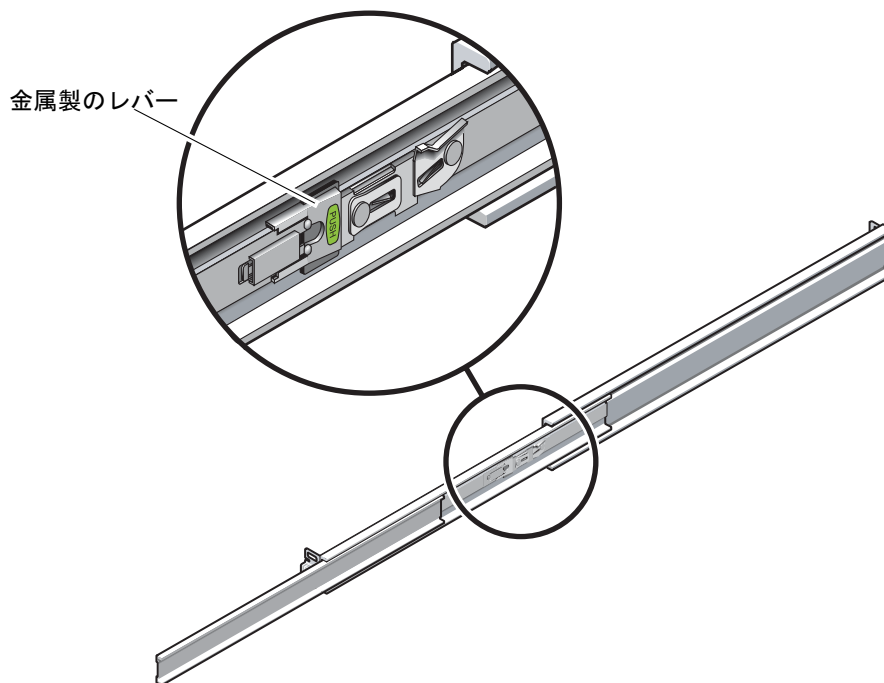

図 2-26 スライドレールのレバーストップのロック解除
5. サーバーが完全に引き出されたら、スライドレールのレバーストップを離します (図 2-26)。